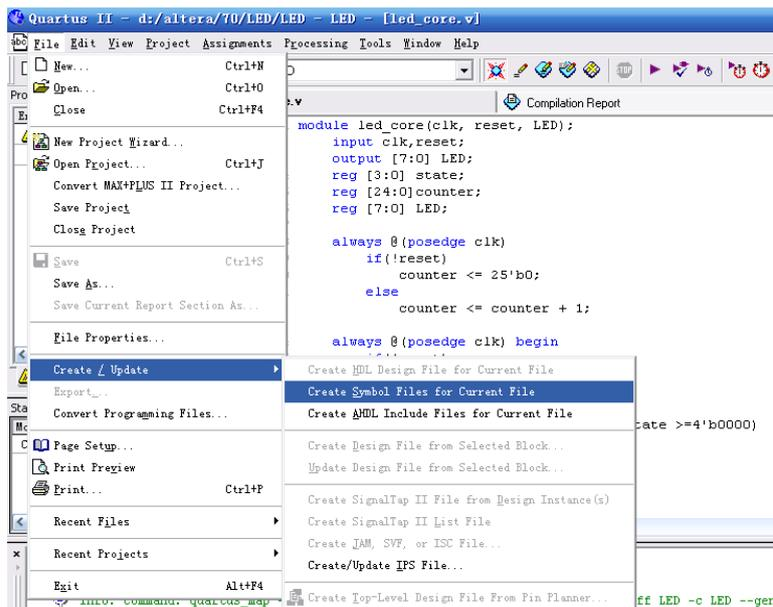

图 31 Verilog HDL 文件转化为 Symbol 文件
d) 在 Quartus II 可以将硬件语言设计转换为原理图设计的符号单元，如图 31 所示。点击【File】->【Create/Update】->【Create Symbol Files For Current File】，将上一步的 led_core.v 文件设计转换为 Smbol 文件。